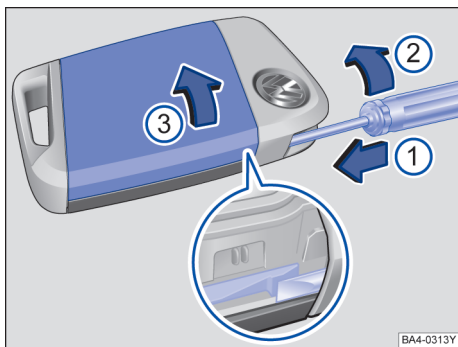
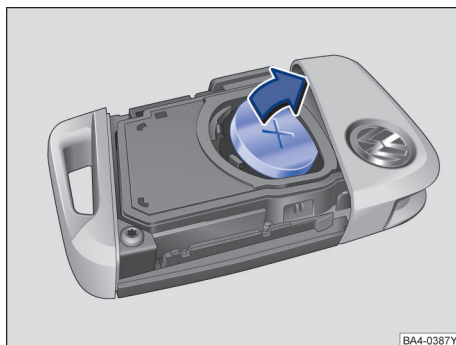

图 44 车辆钥匙：打开电池盒盖板
图 45 轿车钥匙：取出旧电池
→ 图 44 的图例：
- 沿箭头方向将带有扁平工具头的一字螺丝刀插入车辆钥匙的应急钥匙外侧导向件上约 1 cm 处 → 图 44①
- 顺时针转动一字螺丝刀，直至盖板弹起 → 图 44②。
- 沿箭头方向 → 图 44③ 移动盖板并取下 → ①。
- 撬出电磁盒中的纽扣电池 → 图 45。
- 将新的纽扣电池按入电池盒中 → ①。
- 将盖板压向外壳 → 图 44③。